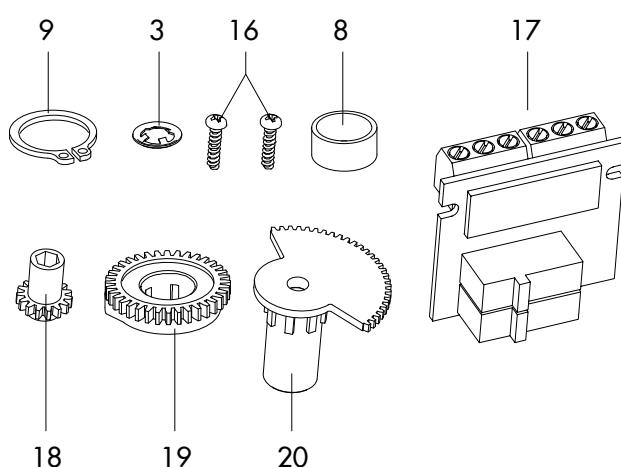

Bild 19: Mechanische Grenzkontakte · Bausatz
- Mechanische Grenzkontakte (vgl. Bild 19).
3. Klemmenplatine (17, vgl. Bild 19) unter ca. 45° mit den Relais zum Rand der Zwischenplatte weisend am Fuß der Halterung ansetzen, dann oberes Ende an den Platinenhalter schwenken, bis die Platine einrastet.